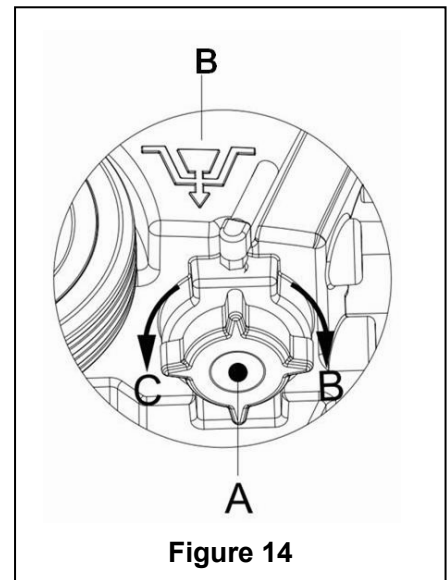

Figure 14
7. Comme indiqué dans la Figure 14, tournez pour ouvrir le bouchon du réservoir de solution (A) dans le sens inverse des aiguilles d'une montre dans la direction C et vidangez complètement le réservoir de solution. Utilisez de l'eau propre pour nettoyer l'intérieur du réservoir de solution. Quand le travail est terminé, serrez bien le bouchon du réservoir de solution (A) dans le sens des aiguilles d'une montre dans la direction B.